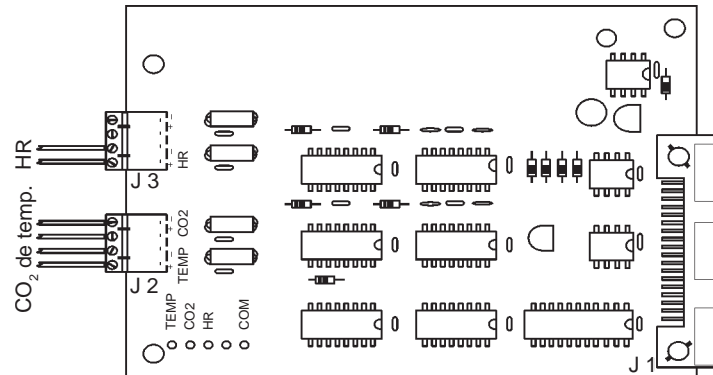

Figura 6-4. Terminales en la tarjeta analógica
- Desnude los extremos del conductor y conéctelo a las terminales correspondientes de los conectores J2 de la tarjeta analógica. Consulte la Figura 6-4.